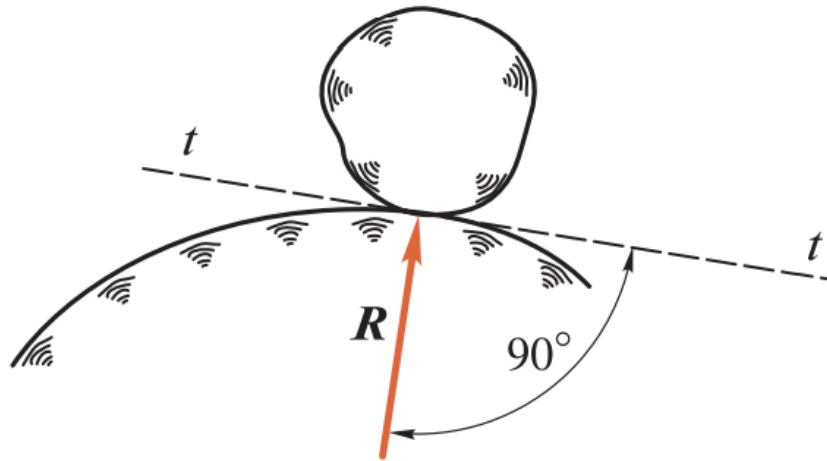

Рис. 1.7
2. *Идеально гладкая поверхность* (рис. 1.7). В этом случае реакция \mathbf{R} направлена перпендикулярно касательной плоскости $t-t$, т. е. по нормали к опорной поверхности в сторону тела, так как нормаль есть единственное направление перемещения тела, которое не допускает данная связь.